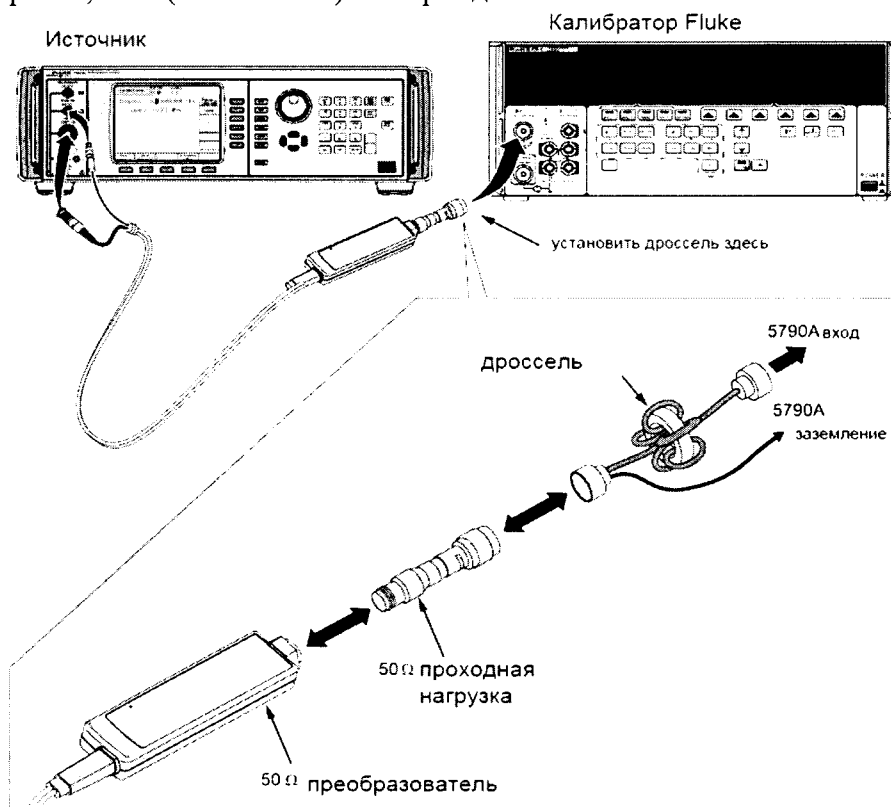

Рисунок 4.
8.11.1.1 Соединить преобразователь 50 Ом со входом INPUT 1 калибратора 5790А через нагрузку 50 Ом (рисунок 4).